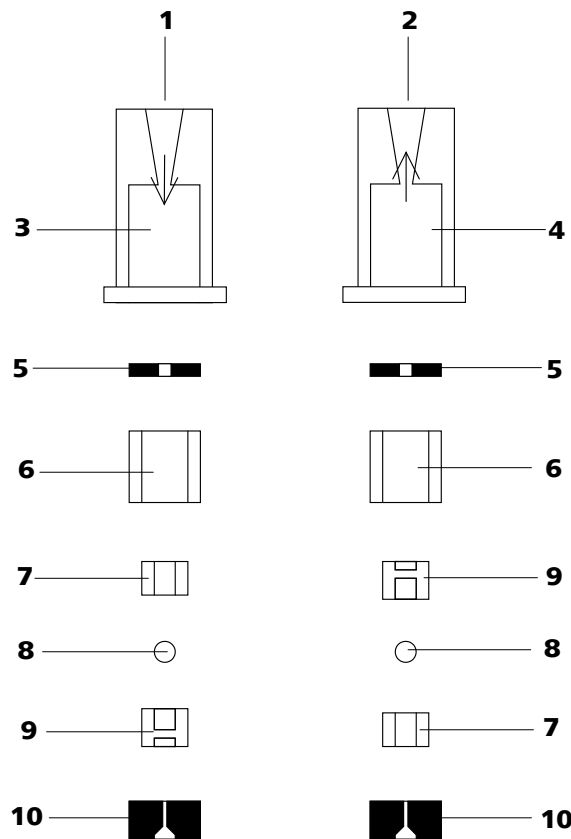

Abbildung 43 Bestandteile von Einlassventil und Auslassventil
- Einlassventil und Auslassventil bestehen aus den gleichen Bestandteilen, die nur unterschiedlich angeordnet sind (siehe Abbildung 43, Seite 79).
Ventilbestandteile *gemäss* Abbildung 43, Seite 79 wieder zusammensetzen.
- Die übrigen Ventilbestandteile in der richtigen Reihenfolge (*siehe Abbildung 43, Seite 79*) aufeinander legen.
Ist dies nicht der Fall, muss das Ventil nochmals zerlegt und richtig zusammengesetzt werden (*siehe Abbildung 43, Seite 79*).